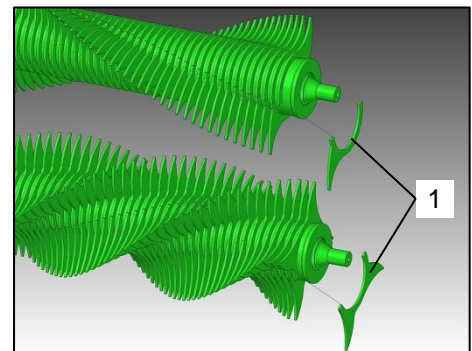

Bild 114: Rotoren
- Prüfen Sie nach jeder Saison die Zinken Segmente (Bild 114 / Pos. 1) der Rotoren.
- Verschlissene Zinken Segmente (Bild 114 / Pos. 1) müssen ausgetauscht werden.